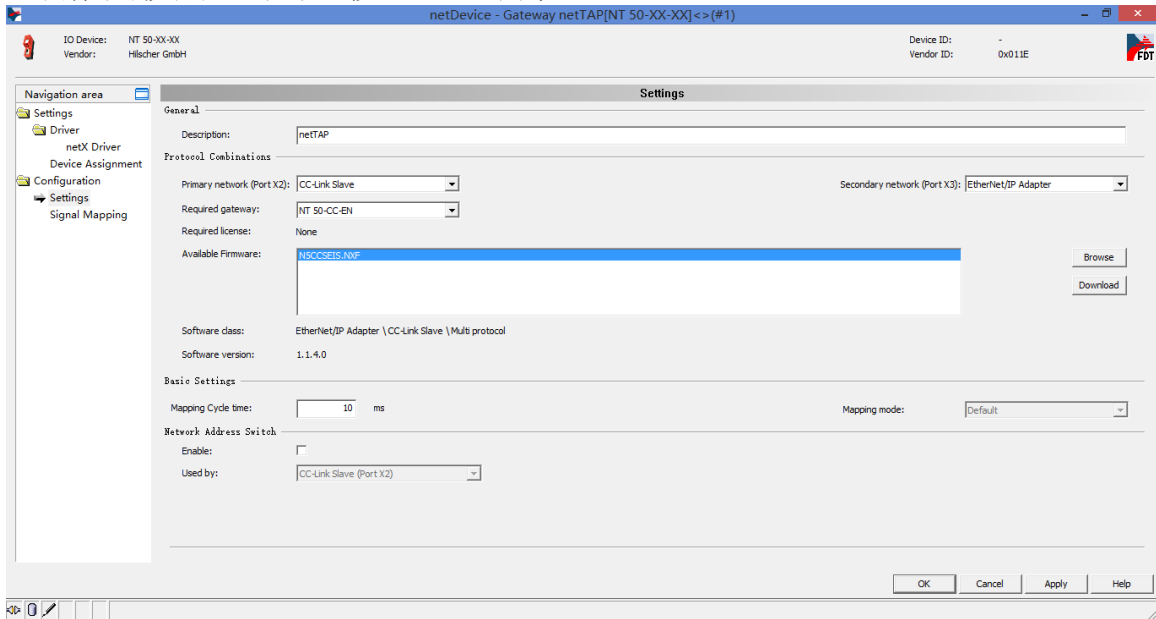

图 22
- 6) 选择“Settings”栏，Port X2 选择 Modbus RTU 协议，Port X3 选择 Ethernet/IP Adapter 协议，如图 22 所示。选中对应的 Available Firmware，单击右侧的 Download 按钮，下载对应的固件。